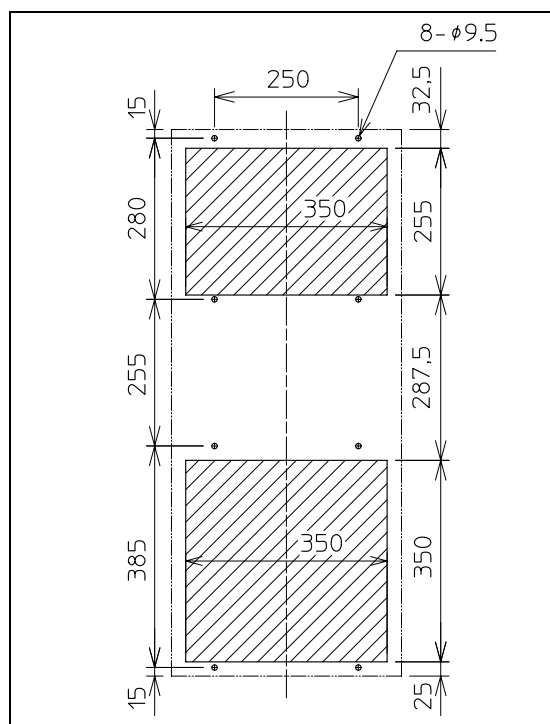

図2-1. パネルカット図
1. 図2-1のパネルカット図に従って、開口部を取付け面に加工してください。